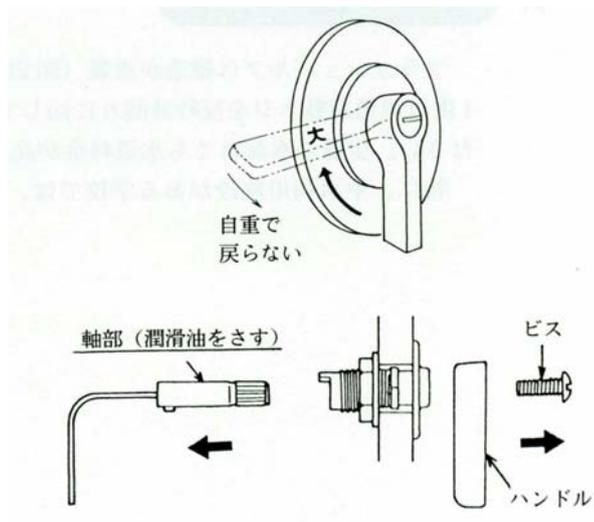

図 3-1 ハンドル分解
ア. ハンドルの位置 (P90 図 3-1) は正常ですか？
2、3度動かしてみて、動きがわるいようでしたら、P90 図 3-1 を参照して、軸部にグリスや潤滑油を塗ってください。